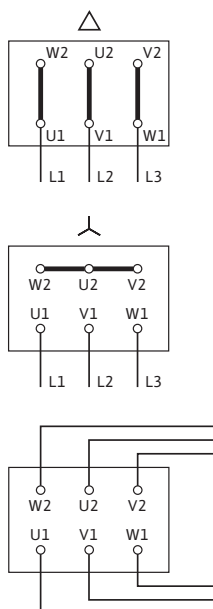

Fig. 8: Alimentation réseau
- L'alimentation réseau de la plaque à bornes dépend de la puissance du moteur  $P_2$ , de la tension d'alimentation et du démarrage. Pour le couplage nécessaire des ponts de liaison dans la boîte à bornes, se reporter au tableau suivant et à la fig. 8.
| Direct        | Couplage Δ(fig. 8 en haut)                  | Couplage Y(fig. 8 au milieu)  |
| Démarrage Y-Δ | Retirer les ponts de liaison(fig. 8 en bas) | Impossible                        |